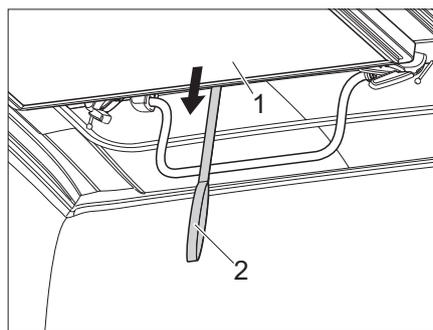

Bild 46 Liegefläche nach unten ziehen
- Liegefläche (Bild 46,1) am Gurt (Bild 46,2) nach unten ziehen.
- ▷ Vor dem Schließen des Aufstelldachs die Liegefläche (Bild 46,1) herunterziehen. Liegefläche und Aufstelldach **nicht** gleichzeitig herunterziehen.